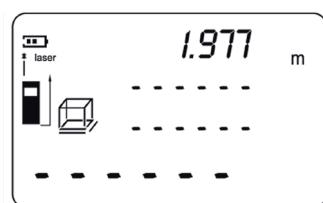

Fig. 12
- Premere il tasto "Read" per visualizzare la lunghezza misurata nella prima riga del display. La riga per la larghezza nel simbolo inizia a lampeggiare (fig. 12).